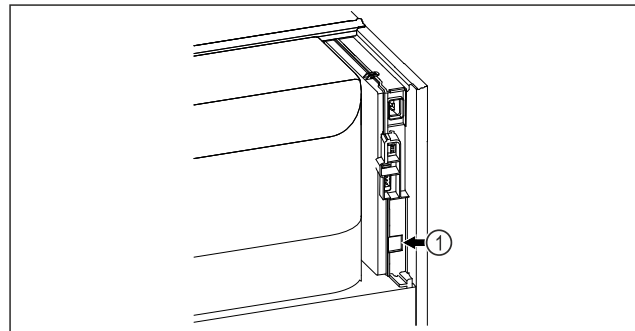

Fig. 100
- Използва се SmartModule Fig. 100 (1).